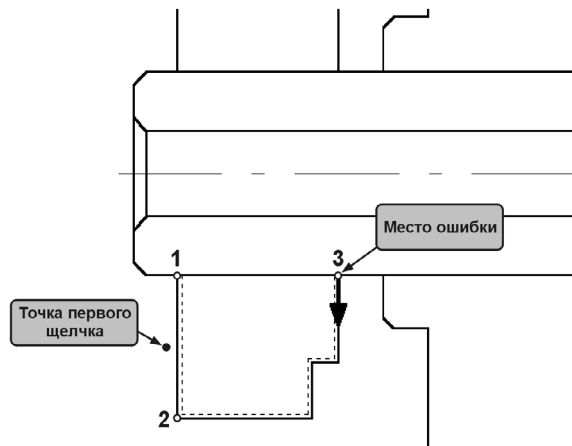

Рис. 34.10. Определение места ошибки
5.2. В ответ на запрос системы щелкните курсором чуть левее отрезка 1–2 (рис. 34.10).